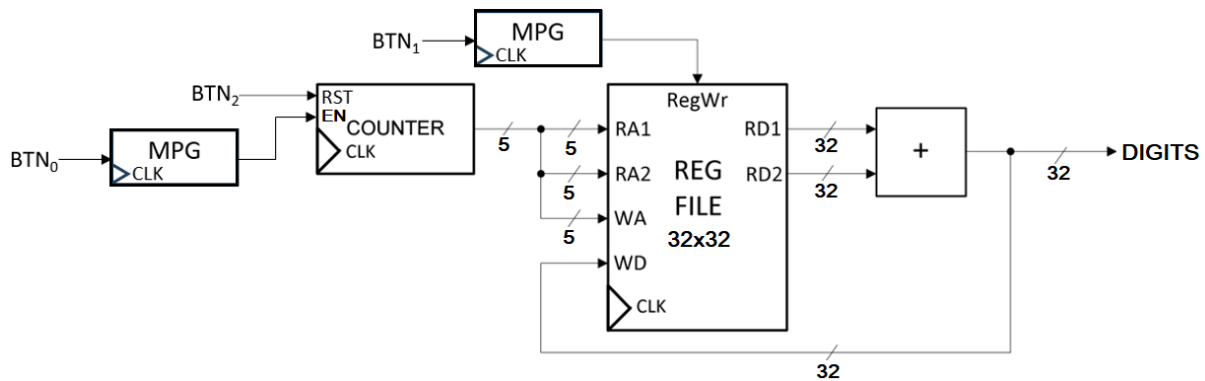

Figura 3-3: Schema de test a unui Bloc de Registre 32x32
Adăugați în proiectul *test_env* o nouă entitate în care veți implementa un Bloc de Registre (RF) de capacitate 32x32 (Anexa 4), inițializat cu câteva valori consecutive. Ulterior, declarați componenta în arhitectura entității **test_env**. Comentați citirea din memoria ROM pentru a elimina implementarea ei și descrieți în arhitectura entității schema din Figura 3-3. Folosiți un numărator pe 5 biți cu resetare asincronă, la comun pentru toate adresele de citire și de scriere. Numărarea (pinul EN) și scrierea în memorie (pinul RegWr) vor fi controlate prin 2 butoane, cu ajutorul a 2 unități MPG. Valorile pe cele 2 porturi de ieșire de date vor fi adunate cu un sumator, iar rezultatul va fi conectat pe Digits la SSD și pe portul de scriere WD. Astfel, circuitul va afișa pe SSD dublul valorii de la adresa curentă, iar la fiecare scriere conținutul de la adresa curentă se dublează. Conectați comanda de resetare asincronă a număratorului (RST) la un al 3-lea buton. Acesta nu necesită MPG deoarece comenzile asincrone nu sunt dependente de frontul de ceas. Astfel, după parcurgerea primelor registre veți putea reveni la adresa 0 pentru a verifica dacă în urma primei parcurgeri s-a stocat valoarea dublată la locațiile în care s-a activat scrierea. Încărcați circuitul pe placă și testați.